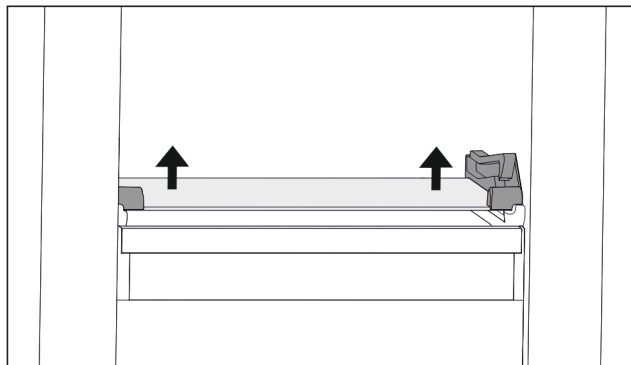

Fig. 70 Glasplatte des abklappbaren Schubfachs
- Glasplatte von unten beidseitig nach oben drücken. (zie Fig. 70)